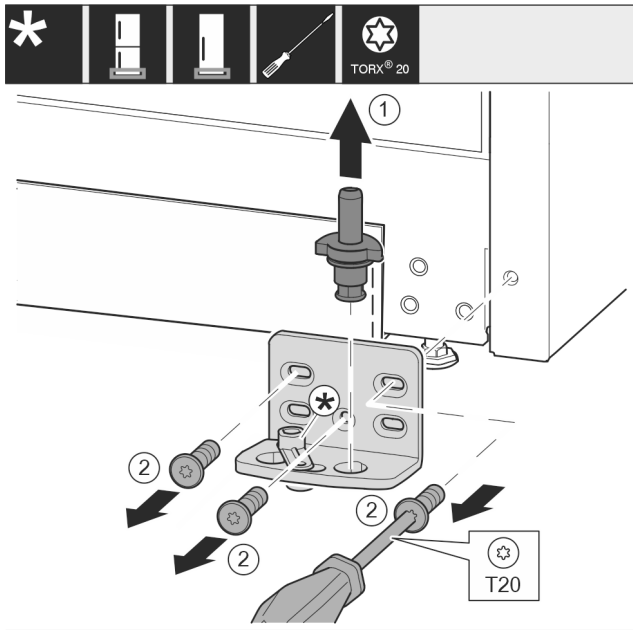

Fig. 27
- ▶ Húzza ki teljesen a csapszeget Fig. 27 (1) felfelé.
- ▶ Tekerje ki a csavarokat Fig. 27 (2) csavarhúzóval, és vegye le a csapágybakot.